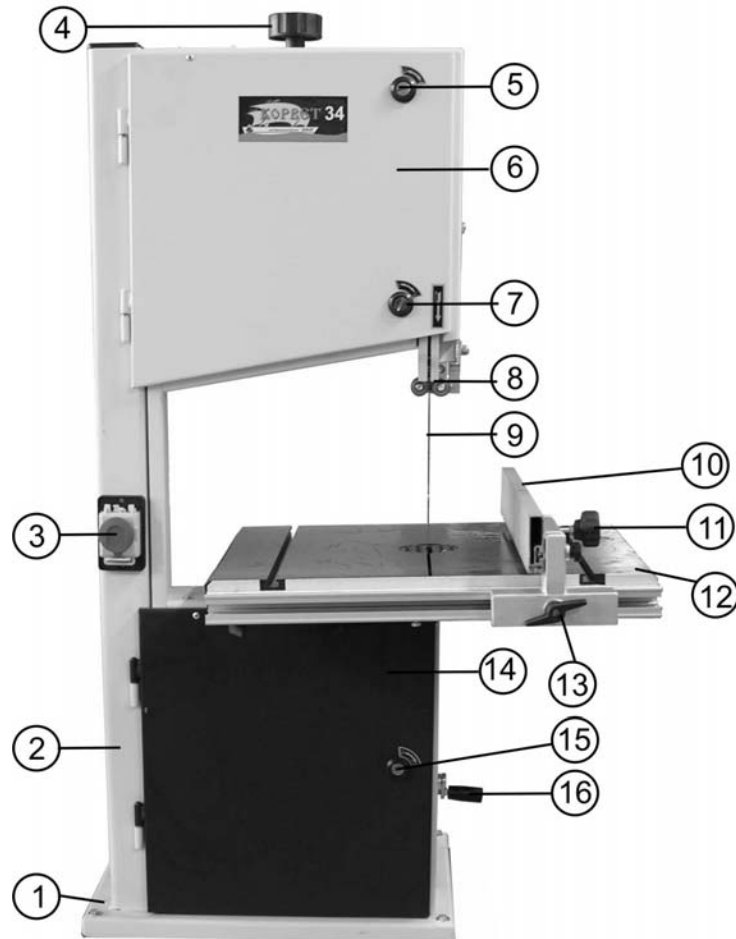

Рис. 2
- Переносите пилу при помощи подъёмных механизмов и приспособлений, учитывая массу пилы (см. Табл. 1) и только за основание (1), Рис. 2.
9.1.2. При установке пилы на верстаке (для обеспечения устойчивости) пила должна быть надежно прикреплена к верстаку через специальные отверстия в нижней части основания (1), Рис. 2. Для этой цели необходимо установить болтовые соединения. Обязательно используйте при креплении плоскую и пружинную шайбы на каждый болт (не комплектуется).
12.1.1. Перед включением убедитесь в том, что патрубок пылесборника (21), Рис. 2, 3, вашей пилы подсоединён к устройству для сбора стружки и древесной пыли (см. п. 17.2.).
12.1.2. Поместите заготовку на рабочий стол (12). Проверьте плавность движения и равномерность прилегания заготовки к подвижному упору (10) и рабочему столу (12) (Рис. 2).
12.3.4. Подачу заготовки осуществляйте двумя руками, не допуская опасной близости их к движущейся пильной ленте (9), с равномерной скоростью, без толчков, постоянно контролируя прижим заготовки как к рабочему столу (12), так и к подвижному упору (10). Продольное усилие подачи не должно перегружать пилу, не должно смещать пильную ленту (9) от траектории движения. Любая остановка заготовки может образовать неровность или ступень на срезе заготовки, Рис. 2.
12.3.6. При выполнении прямолинейных продольных или поперечных пиления заготовка обязательно должна плотно лежать на рабочем столе (12) и, кроме того, опираться на подвижный упор (10). Позиция подвижного упора (10) определяется заданным размером детали, и подвижный упор (10) должен быть точно выставлен и жестко зафиксирован, Рис. 2.
### 10.3. Установка маховика натяжения пильной ленты (Рис. 2)
10.3.1. Установите маховик натяжения пильной ленты (4), входящий в комплектность пилы (Рис. 1), как показано на Рис. 2.
### 10.4. Установка ручки маховика натяжения ремня (Рис. 2)
10.4.1. Ручку (Ж) Рис. 1, установите в маховик натяжения ремня (16), как показано на Рис. 2.
11.1.1. В связи с выполнением ряда работ возникает периодическая необходимость установки рабочего стола (12) под прямым углом к пильной ленте (9) Рис. 2. На данной пиле предусмотрено такое фиксированное положение.